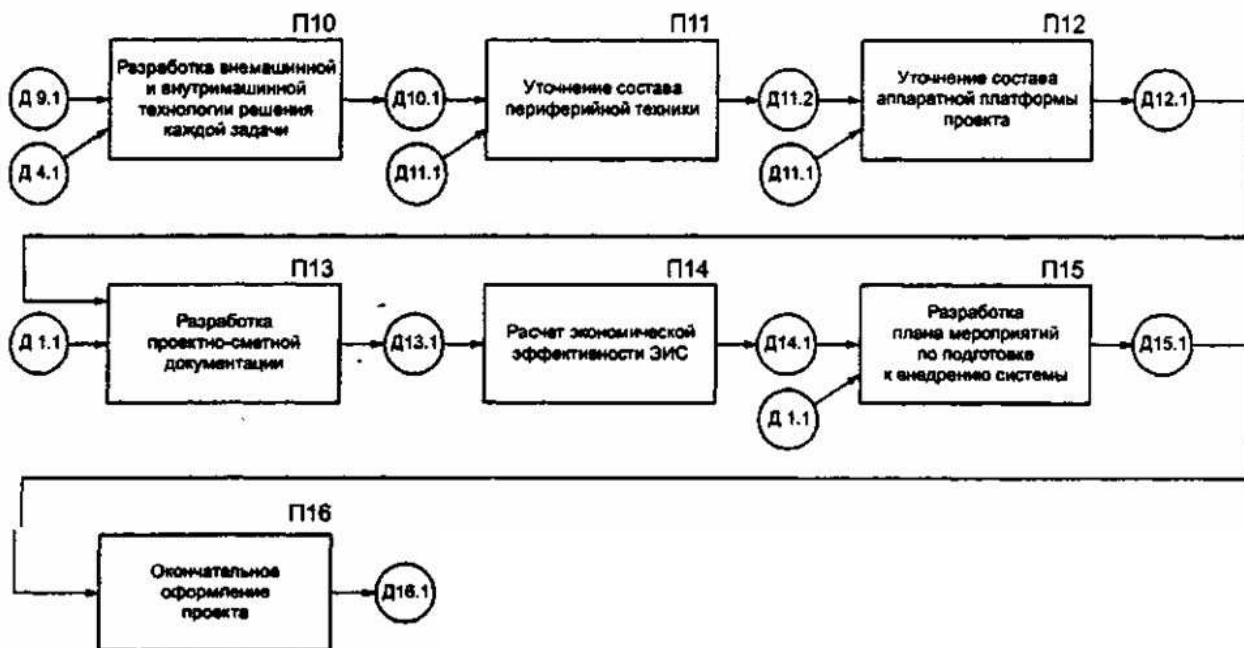

Рисунок 4 – Технологическая сеть работ, выполняемых на 1-ом этапе 2-ой стадии «Техническое проектирование»
- техническое проектирование (рисунок 4); -